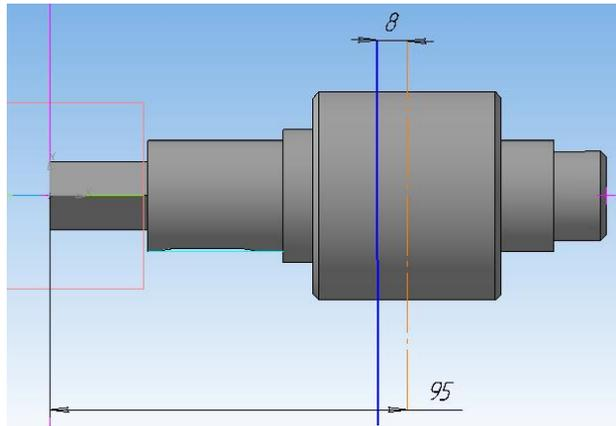

Рис. 1.
4. Достройте эскиз в соответствии с рис. 1. Длина **Осевой** и **Линии основного контура** может быть любой, но такой, чтобы эти линии выходили за пределы модели, как показано на рис. 1.